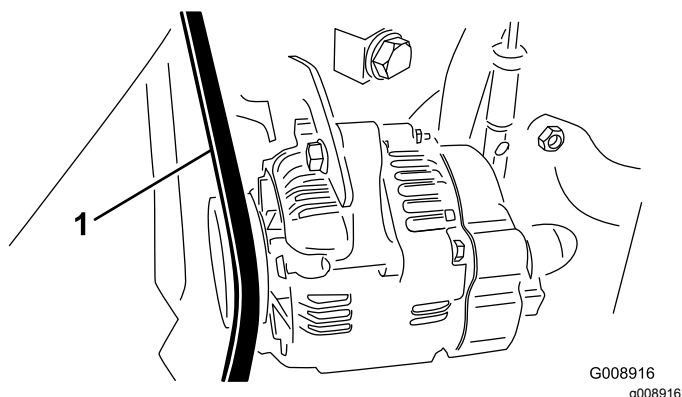

Figura 70
2. Verificate la tensione premendo sulla cinghia dell'alternatore/ventola, nel punto intermedio tra l'alternatore e le pulegge dell'albero a gomito con una forza di 30 N (Figura 70).